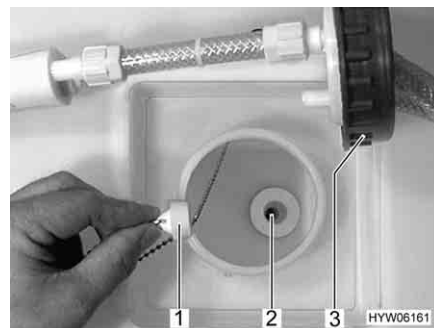

Fig. 130 Serbatoio dell'acqua, tappo di chiusura
- Svitare il coperchio (Fig. 130,3) del serbatoio dell'acqua.
- Inserire il tappo di chiusura (Fig. 130,1) nell'apertura di scarico (Fig. 130,2).